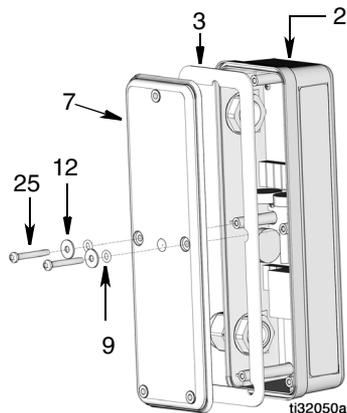

FIG. 34
4. Quite los dos tornillos (12), las arandelas (25) y la junta tórica (9) de la tapa del PAC (7) y desmonte la tapa y la junta (3) del alojamiento del sistema eléctrico del PAC (2) (FIG. 34).
5. Instale el sello (3) dentro de la tapa del PAC (7) (Fig. 34).
6. Monte la tapa encima del alojamiento del PAC (2). Compruebe que todos los orificios de tornillos de la tapa y del alojamiento estén bien alineados (Fig. 34).